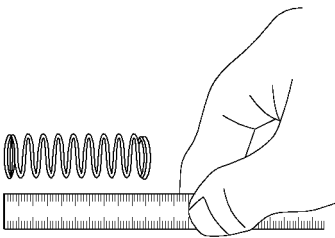

图 16-62 检查流量控制阀弹簧
(4) 检查流量控制阀弹簧。检查弹簧是否符合规定要求，如图 16-62 所示。